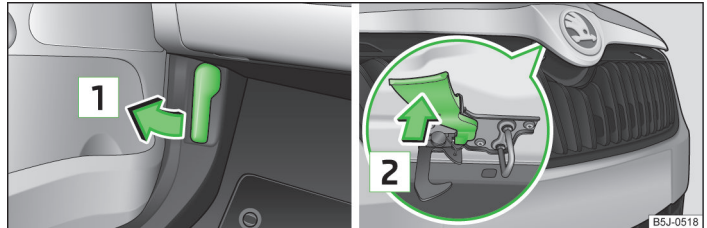

Fig. 123 Palanca de desbloqueo del capó del vano motor / palanca de desbloqueo
- Tire de la palanca de desbloqueo ubicada debajo del tablero de instrumentos en el sentido de la flecha **1** » fig. 123.
- Presione la palanca de desbloqueo en la dirección de la flecha **2**, » fig. 123 el capó del vano motor se desbloqueará.
No abra nunca el capó con la palanca de desbloqueo » fig. 123.